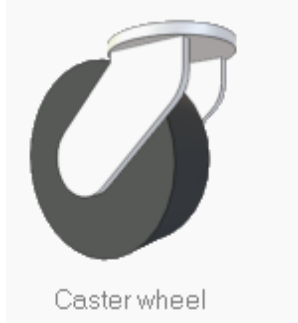

Рисунок 16 – Модель подруливающего колеса «Caster wheel»
20. Добавляем третье подруливающее колесо. В качестве подруливающего колеса будем использовать готовую модель «Caster wheel» (рисунок 16). Она расположена в разделе браузера моделей «components – locomotion and propulsion».